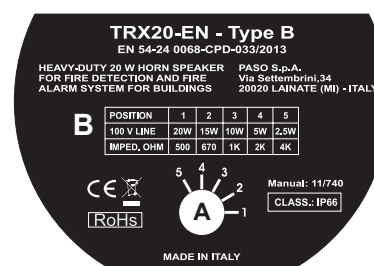

Fig. 2
Il cambio di potenza può essere effettuato operando sull'apposito regolatore a 5 posizioni (part. A, fig. 2) presente sul lato posteriore del diffusore. Inserire un piccolo cacciavite a lama piatta nella cava e ruotare in senso orario od antiorario fino a che il segno di riferimento non indica la potenza desiderata. La correlazione posizione/potenza sono indicate nella tabella (B).
The change of the power value can be simply carried out by means of the relative 5-position trimmer located on the rear side of the horn (det. A, Fig. 2). Insert a little flat-blade screwdriver into the slot and turn it clockwise or anti-clockwise until the reference mark matches the desired power. The position/power correlation is indicated in tabel (B).
Le réglage de la puissance s'obtient en intervenant sur le régulateur à 5 positions prévu à cet effet (détail A, fig. 2) et situé au dos du diffuseur. Introduire un petit tournevis à pointe plate dans le logement et tourner dans un sens ou dans l'autre pour amener l'indice de référence à hauteur de la puissance voulue. Les correspondances position/puissance sont indiquées dans le tableau (B).
Die Umstellung der Leistung erfolgt einfach über einen Schalter mit 5 Positionen (Detail A, Abb. 2) auf der Rückseite des Lautsprechers. Setzen Sie den Schlitz-Schraubendreher in den Schlitz ein und drehen Sie ihn nach links oder rechts bis das Zeichen die gewünschte Leistung anzeigt. Die Beziehung zwischen Position und Leistung ist in der Tabelle (B) angegeben.
Het vermogen kan eenvoudig veranderd worden met behulp van de speciale regelaar met 5 standen (detail A, afb. 2) op de achterzijde van de luidspreker. Steek een kleine platte schroevendraaier in de uitsparing en draai met de klok mee of tegen de klok in totdat het referentieteken het gewenste vermogen aangeeft. Zie voor de correlatie positie/vermogen de tabel (B).
El cambio de potencia se puede efectuar simplemente actuando sobre el regulador previsto con 5 posiciones (A, fig. 2) presente en el lado trasero del difusor. Introducir un destornillador de hoja plana pequeño en la ranura y girar en sentido horario o antihorario hasta que el signo de referencia indique la potencia deseada. La relación posición/potencia viene indicada en la tabla (B).